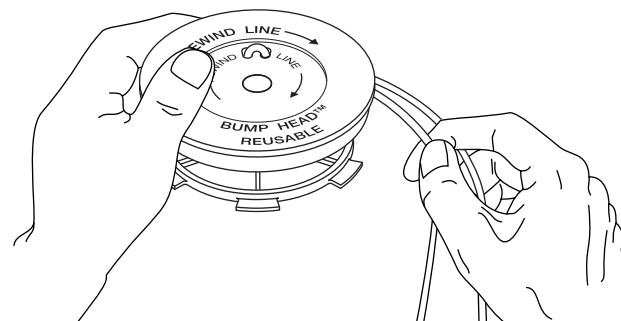

Fig. 17
7. Bobine las líneas en capas parejas y ajustadas sobre el carrete (Fig. 17). Bobine la línea en la dirección indicada en el carrete interior. Coloque su dedo índice entre las dos líneas para evitar que se superpongan. No superponga los extremos de la línea. Proceda al paso 11.
8. Tome aproximadamente 10 pies (3 m) de nueva línea de corte. Inserte un extremo de la línea a través de uno de los orificios del carrete interior (Fig. 17). Pase la línea a través del carrete interior hasta que queden sólo 4 pulgadas fuera.